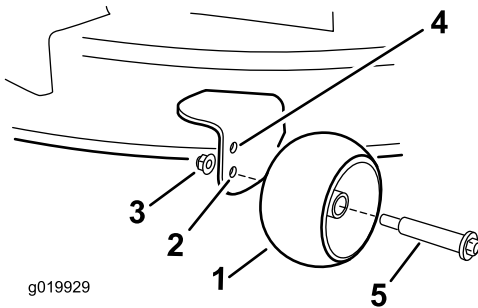

Figure 22
- Trou supérieur – utilisez cette position pour les hauteurs de coupe du tablier jusqu'à 63 mm (2-1/2 po) (Figure 22).
- Trou inférieur – utilisez cette position pour les hauteurs de coupe du tablier à partir de 76 mm (3 po) (Figure 22).